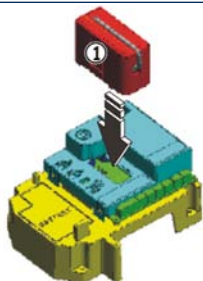

Fig. 3
L'armoire électronique est munie d'un système de décodage bicanal intégré. Ce système permet de mémoriser, par l'intermédiaire d'un module récepteur supplémentaire (Fig. 3 réf. ①) et de radiocommandes de la même fréquence, tant l'ouverture totale (OPEN A) que l'ouverture partielle (OPEN B) de l'automatisme.